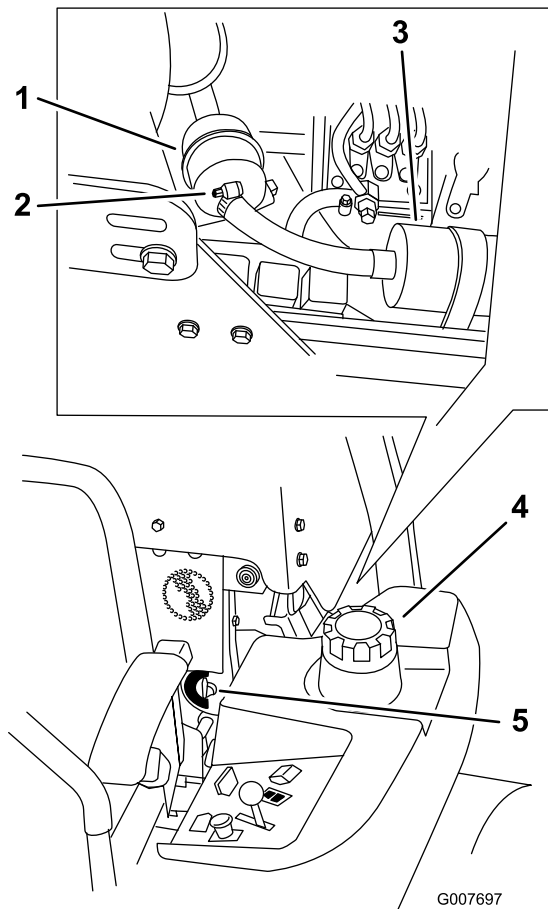

Figure 49
4. Fermez le robinet d'arrivée de carburant (Figure 49).
5. Desserrez les deux colliers de serrage et débranchez les conduites du filtre (Figure 49).
6. Remplacez le filtre. Branchez les conduites d'alimentation au filtre à carburant et resserrez les deux colliers de serrage (Figure 49).